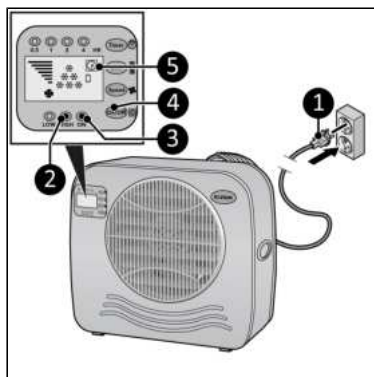

Figura 28.
2. Introduceți ștecherul de alimentare (Figura 28, poz. 1) într-o priză cu împământare care este ușor accesibilă accesibil. Utilizați o priză cu împământare cu o putere nominală minimă de 460 W.
Apăsăți butonul ON/OFF (Figura 28, poziția 4), indicator de putere (Figura 28, poz. 3) și indicator ridicat (Figura 28, poz. 2) se aprinde. Afișajul arată indicatorul de timp și 6 indicatori de răcire (Figura 28, poz. 5). Dispozitivul funcționează acum la capacitate mare.